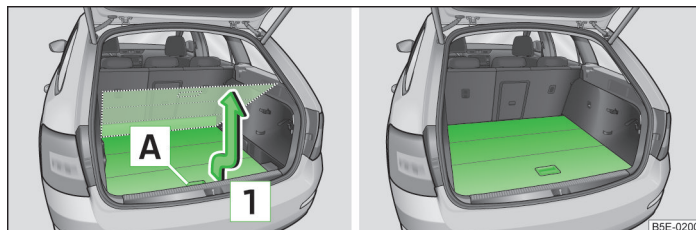

Fig. 96 Reglați podeaua variabilă în poziția superioară / podea variabilă în poziție superioară
- Prindeți de mâner **A** » fig. 96 partea din spate a podelei variabile.